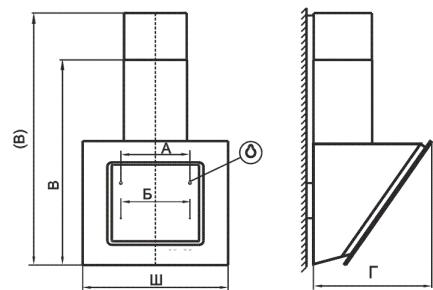

рис. 2
Навесьте вытяжку через отверстия типа «замочная скважина» (размер «А», рис. 2) и дополнительно закрепите ее двумя самонарезающими винтами 6x50 мм (размер «Б»).
- вверните два самонарезающих винта 6×50 мм (размер А, рис. 2).